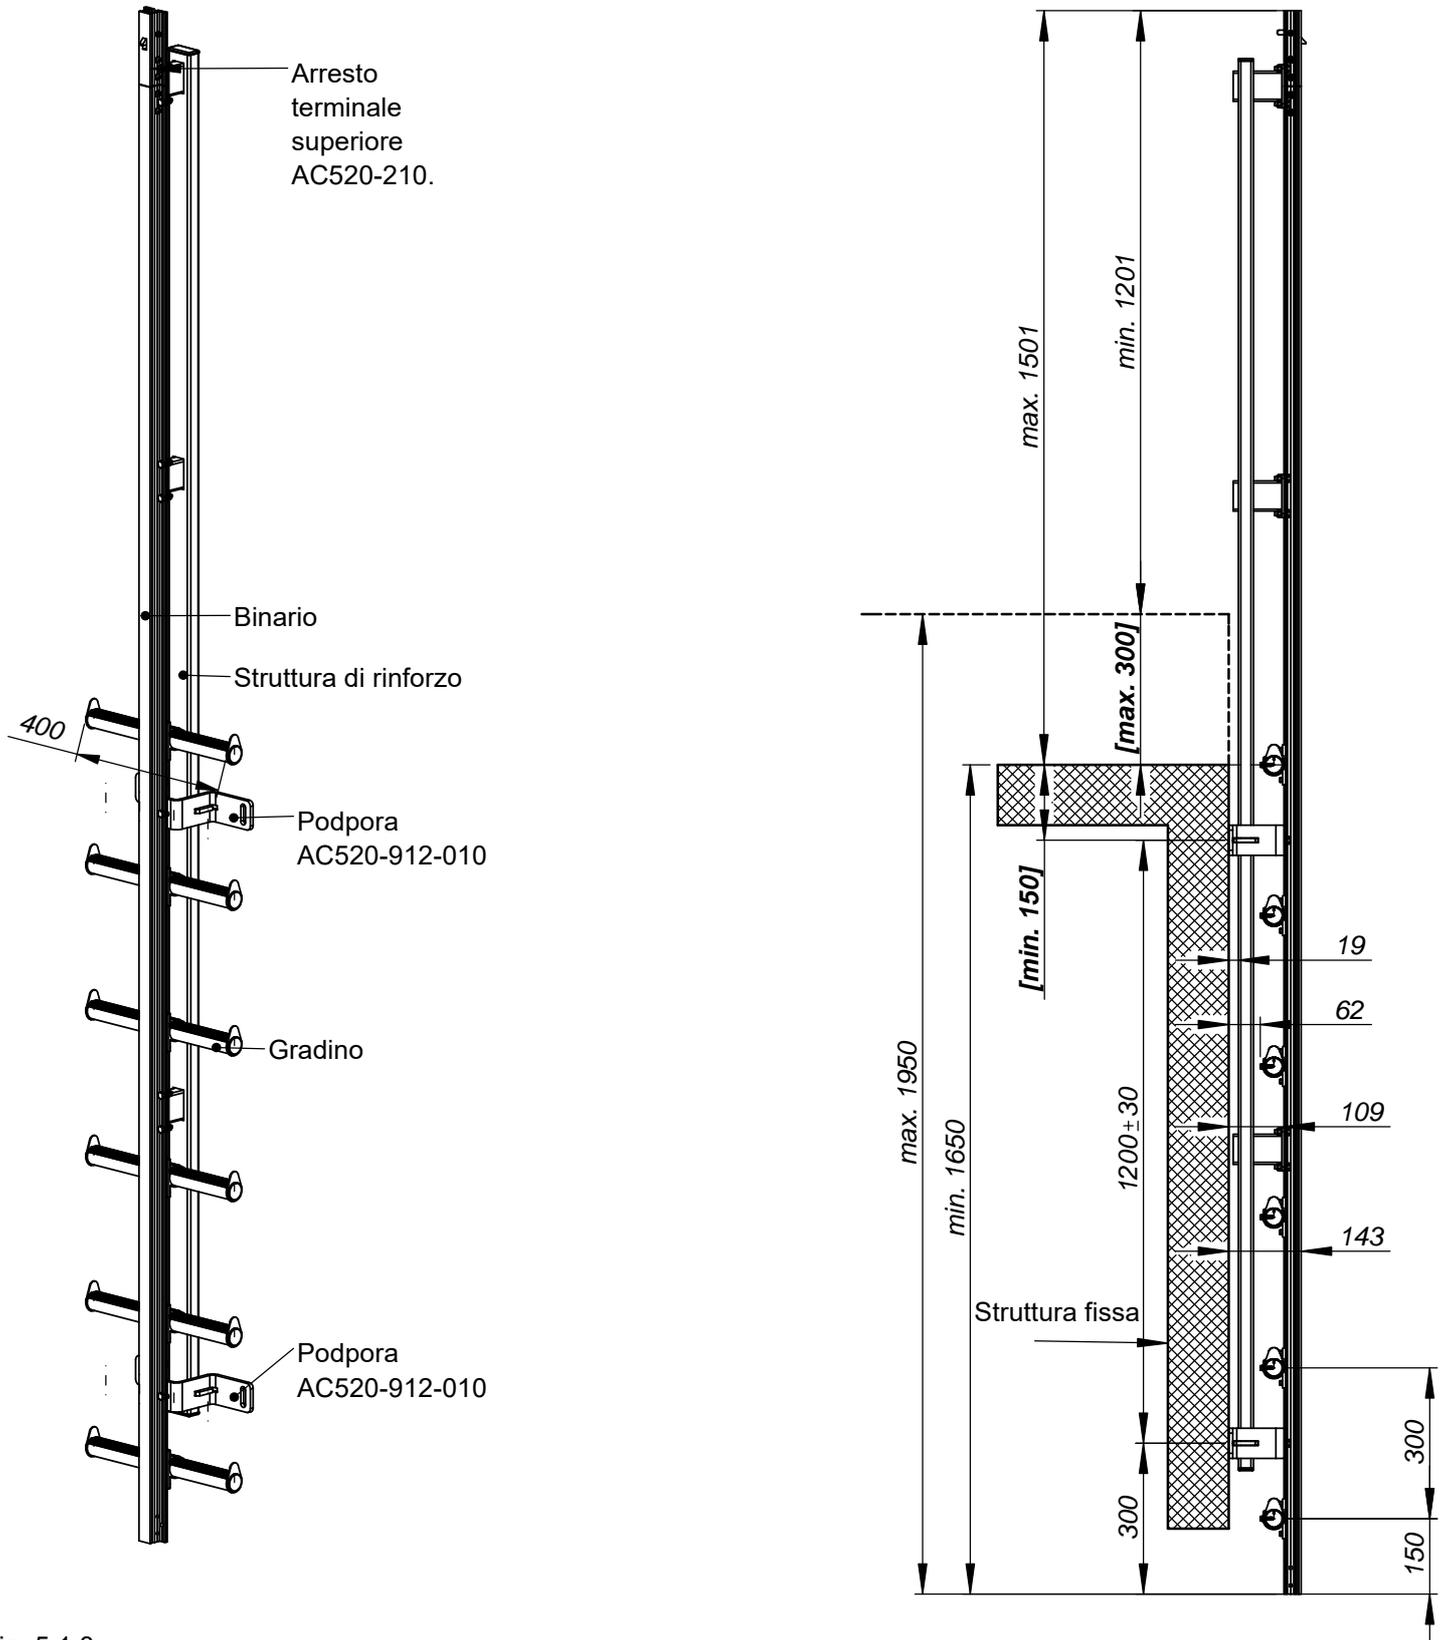

Fig. 5.1.3 AC520-915-020 Segmento basso della scala - uscita dritta sul tetto (struttura, componenti, dimensioni base).
5.1.3 AC520-915-020 - SEGMENTO DELLA SCALA DRITTO PER L'USCITA SUL TETTO CON SUPPORTO BASSO (Fig. 5.1.3)